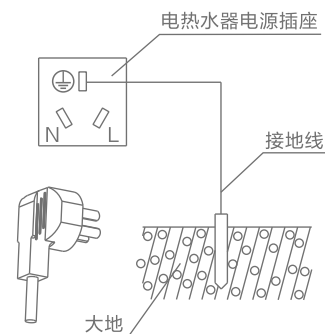

图7
10. 在确认供电系统中的电表、导线、开关、插座、保险丝的额定值符合本产品用电要求后，再在合适位置接一个单独的电源插座给电热水器供电（如图7）。电源插座的离地安装高度不低于 1.8米 。